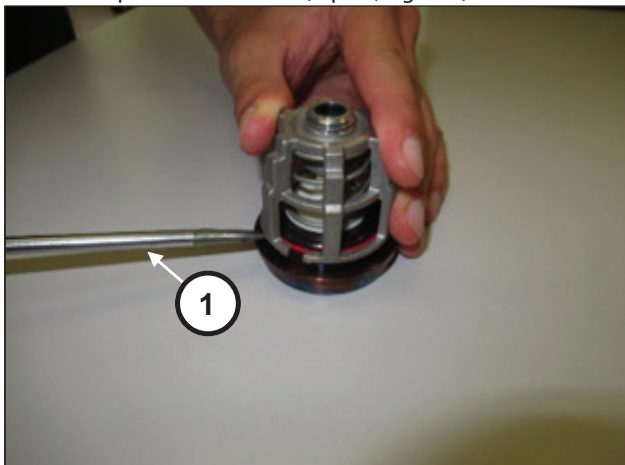

Fig. 110
Démonter les groupes soupape d'aspiration en se servant d'outils simples comme levier (rep. ①, Fig. 110).